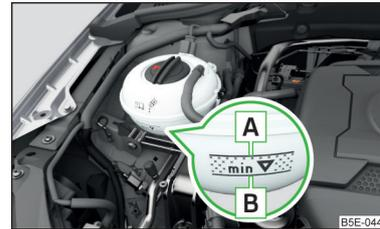

Abb. 311
Kühlmittelstand prüfen - der Kühlmittelstand muss zwischen den Markierungen **A** und **B** liegen » Abb. 311. Liegt der Kühlmittelstand unterhalb der Markierung **B**, das Kühlmittel nachfüllen.
Die **Spezifikation** des Kühlmittels ist auf dem Kühlmittelausgleichsbehälter aufgeführt » Abb. 311.
- Das Kühlmittel nicht über die Markierung **A** auffüllen » Abb. 311. Das Kühlmittel könnte bei Erwärmung aus dem Kühlsystem gedrückt werden - es besteht die Gefahr einer Beschädigung der Motorraumteile.